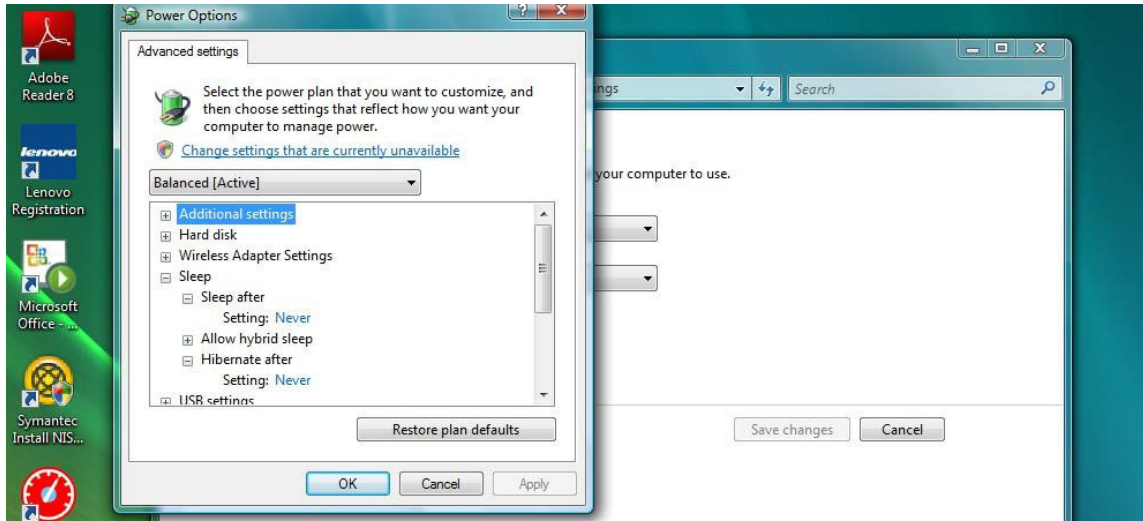

FIG. 36
5. Dans le menu déroulant, sélectionnez "Sleep" (Veille) (FIG. 36). Sélectionnez "NEVER" (Jamais) pour le paramètre "Sleep after" (Veille après) ainsi que pour le paramètre "Hibernate after" (Mettre en veille prolongée après).
6. Cliquez sur le bouton "Apply" (Appliquer) pour enregistrer ces modifications. Cliquez ensuite sur le bouton "OK" (FIG. 36).